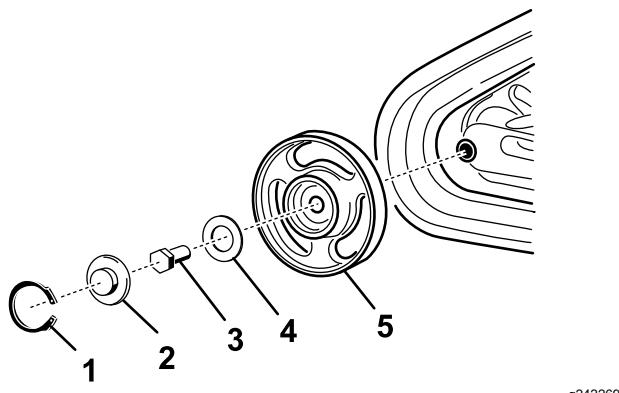

**Figura 57**
6. Empuje la rueda de rodaje delantera todo lo posible hacia atrás (Figura 57).
- Una vez retirada la oruga de la rueda de rodaje, retírela de la máquina (Figura 57).
- Empezando en la rueda motriz, pase la oruga nueva alrededor de la rueda, asegurándose de que los dientes de la oruga encajen entre los espaciadores de la rueda (Figura 57).
- Introduzca la oruga por debajo y entre las ruedas de rodaje trasera y central (Figura 57).